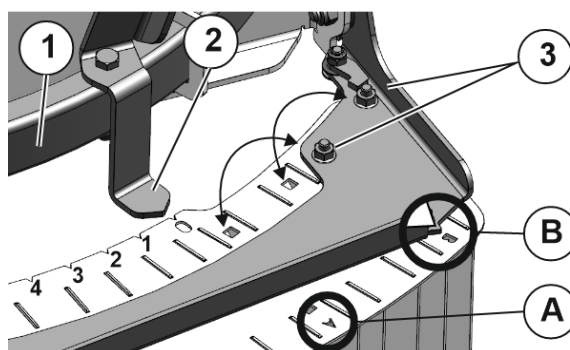

Fig. 57
2. Spostare il blocco a lamelle sulla staffa di guida (Fig. 57/1) fino a quando l'indicatore (Fig. 57/2) non si trova sul valore da impostare secondo la tabella di spargimento.